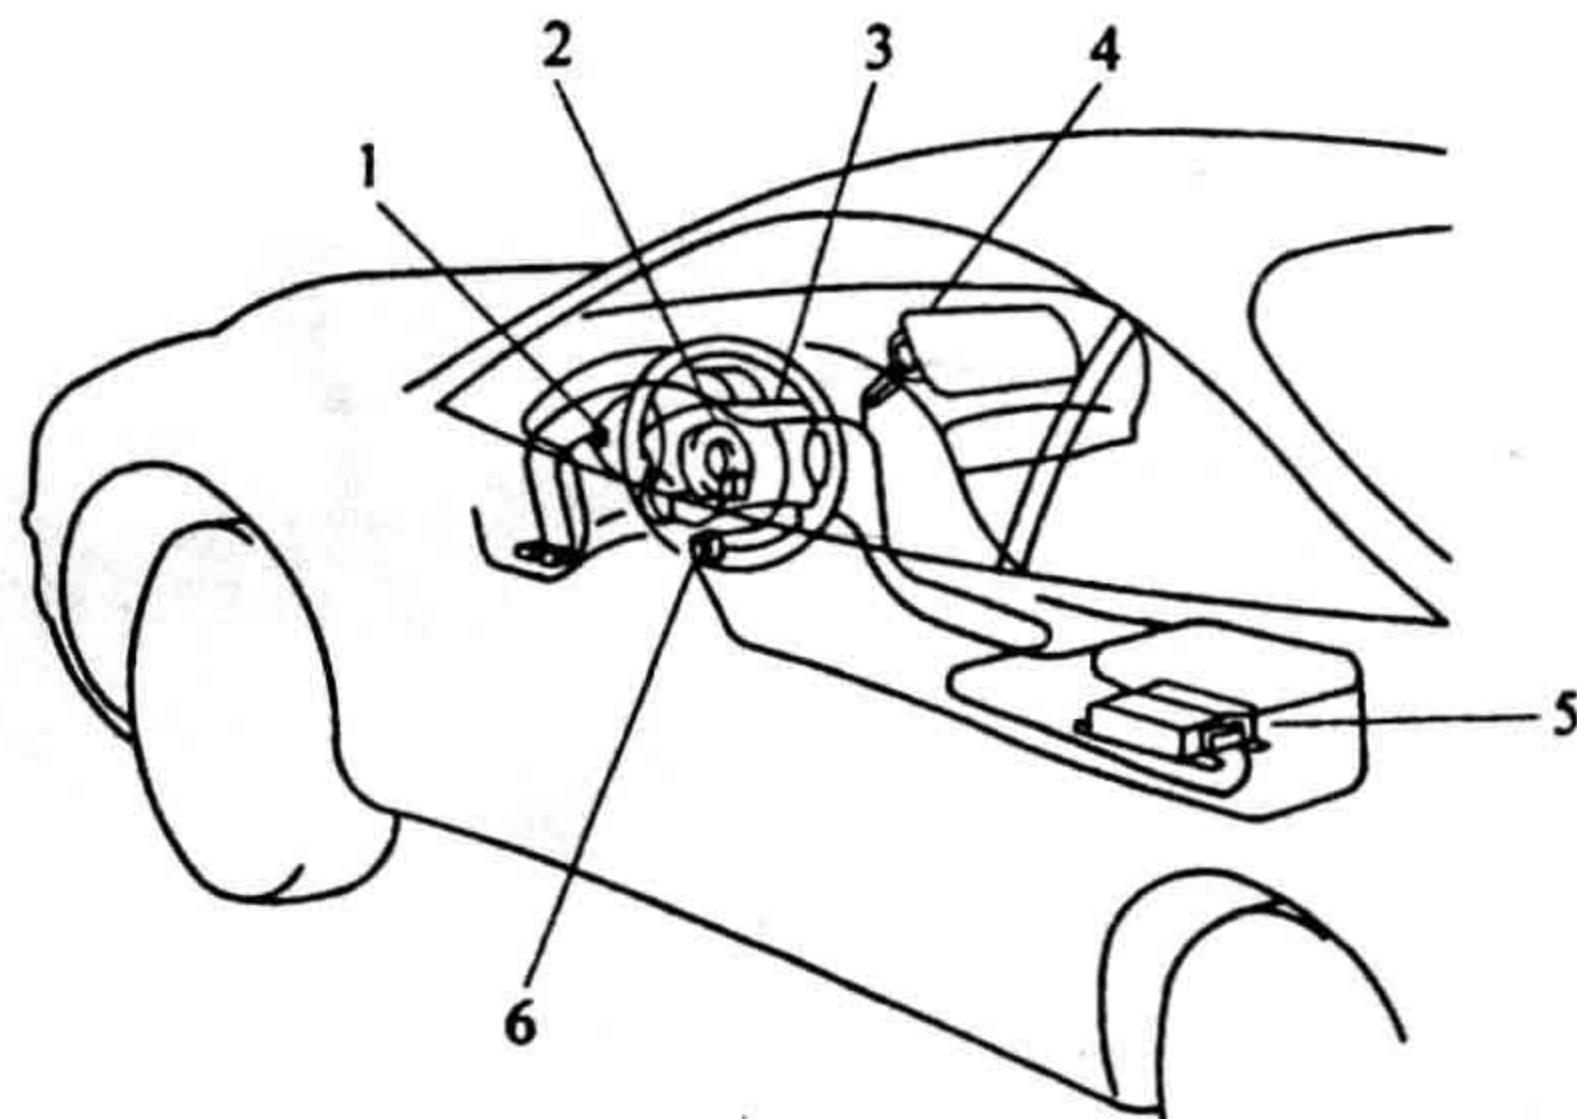
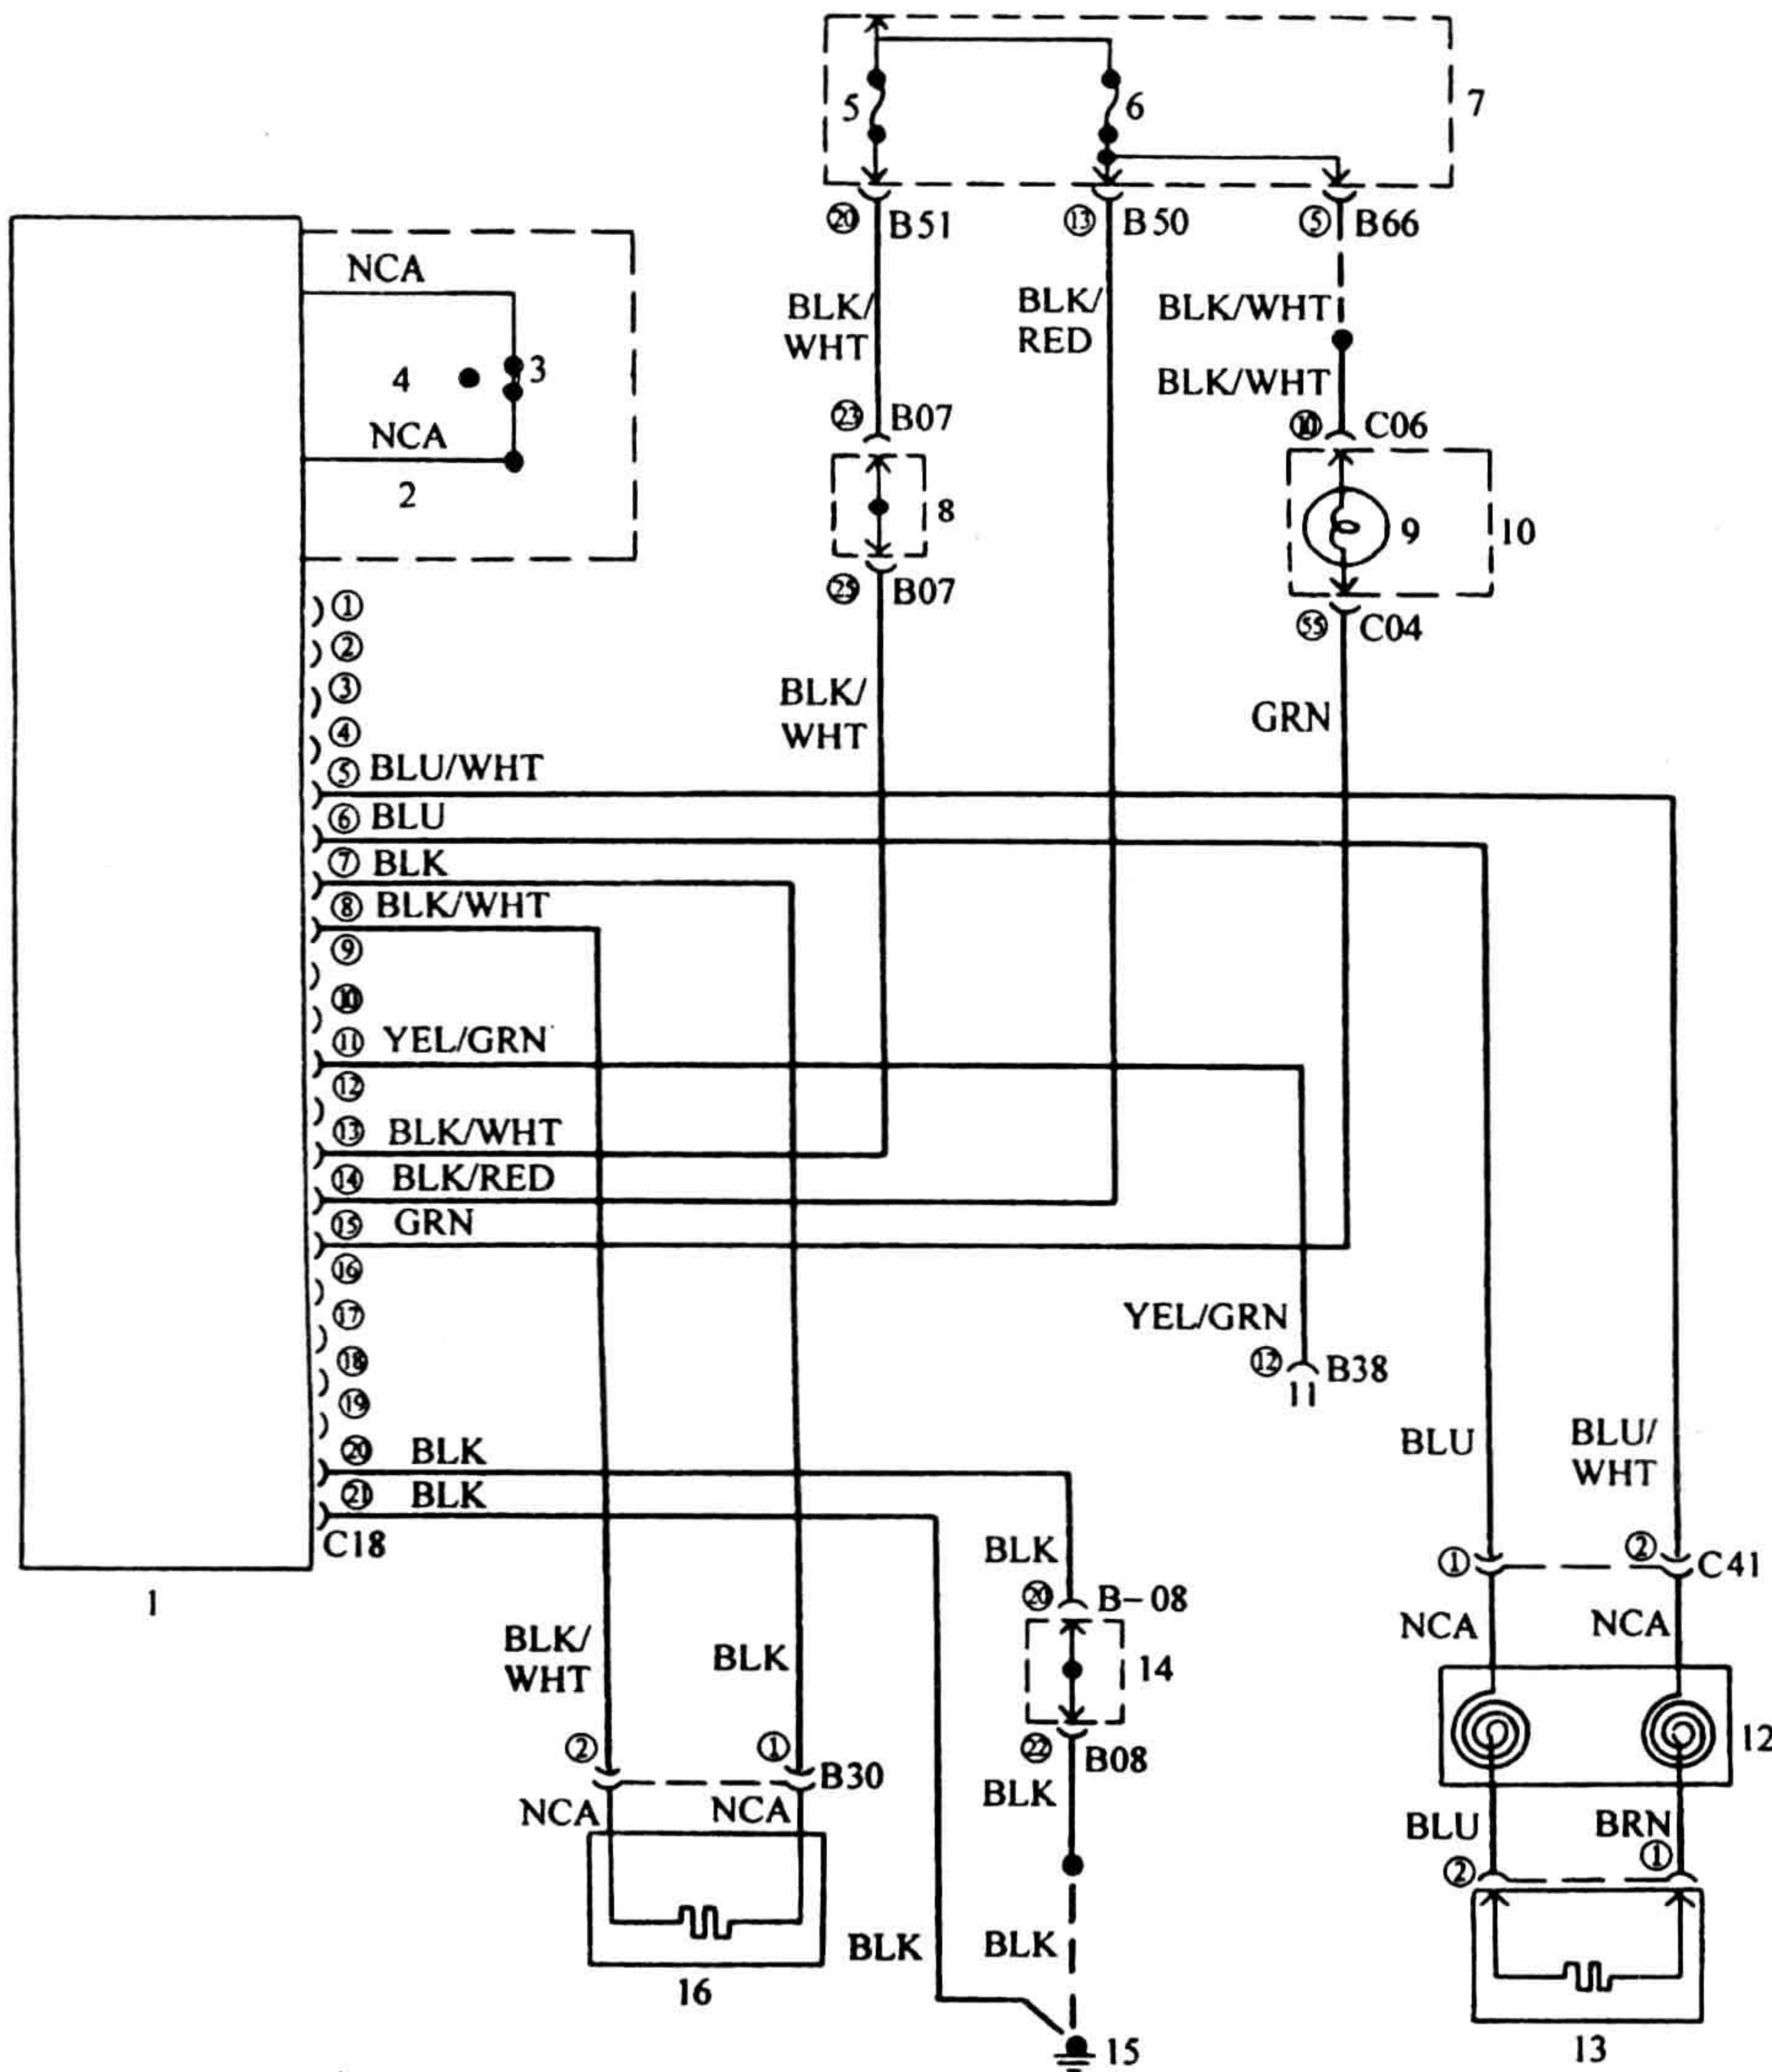

图 3-3-15 三菱 Eclipse 轿车 SRS 系统部件在车上的位置
图 3-3-16 三菱 Eclipse 轿车 SRS 系统电路图
三菱 Eclipse 轿车 SRS 系统由 SRS 警示灯、驾驶员侧安全气囊模块、乘员侧安全气囊模块、转向线盘、SRS 安全气囊控制单元 (ECU) 等组成。如图 3-3-15 所示。一个安全碰撞传感器和一个模拟式碰撞传感器包含在 SRS ECU 中。
(3) SRS ECU。SRS ECU 和惯性式安全碰撞传感器和模拟式碰撞传感器装在一起，位于地板底架下部，如图 3-3-15 所示。SRS ECU 具有自诊断功能，如果 SRS 发生故障，SRS ECU 将点亮 SRS 警示灯并设置故障代码，将代码储存在存储器中。
(4) 数据连接插头 (DLC)。数据连接插头 (DLC) 位于仪表板左侧，维修时可利用解码器 (MB 991502) 与 DLC 相连，进行故障自诊断。
(5) 转向线盘。转向线盘安装在转向盘上，用来连接驾驶员侧安全气囊模块至转向柱线束，形成 SRS 电路。导线的长度约有 5m 左右，螺旋状缠绕在壳体内，因此当转子由中间位置，向正反两个方向各转 2.5 圈时，也不会影响导线的连接。
(6) 三菱 Eclipse 轿车 SRS 系统电路。图 3-3-16 所示为三菱 Eclipse 轿车 SRS 系统电路图。
(5) 转向线盘。转向线盘安装在转向盘上，用来连接驾驶员侧安全气囊模块至转向柱线束，形成 SRS 电路。导线的长度约有 5m 左右，螺旋状缠绕在壳体内，因此当转子由中